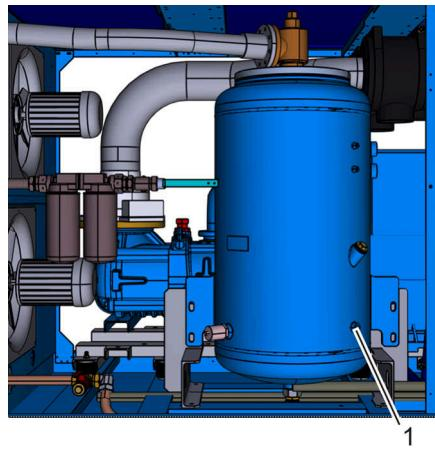
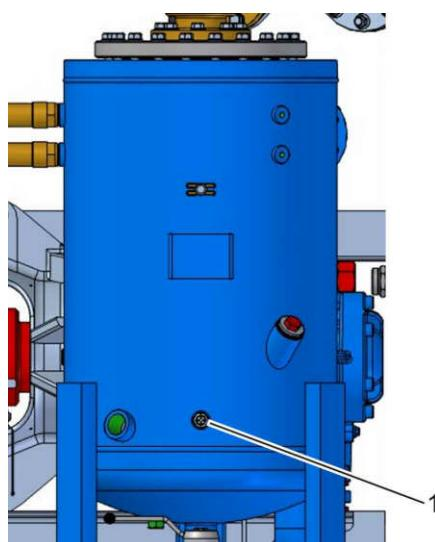

Рис. 29: Смотровое отверстие
Рис. 30: Смотровое отверстие
3. Убедитесь в том, что смотровое отверстие (Рис. 29/1 или Рис. 30/1) полностью смочено.